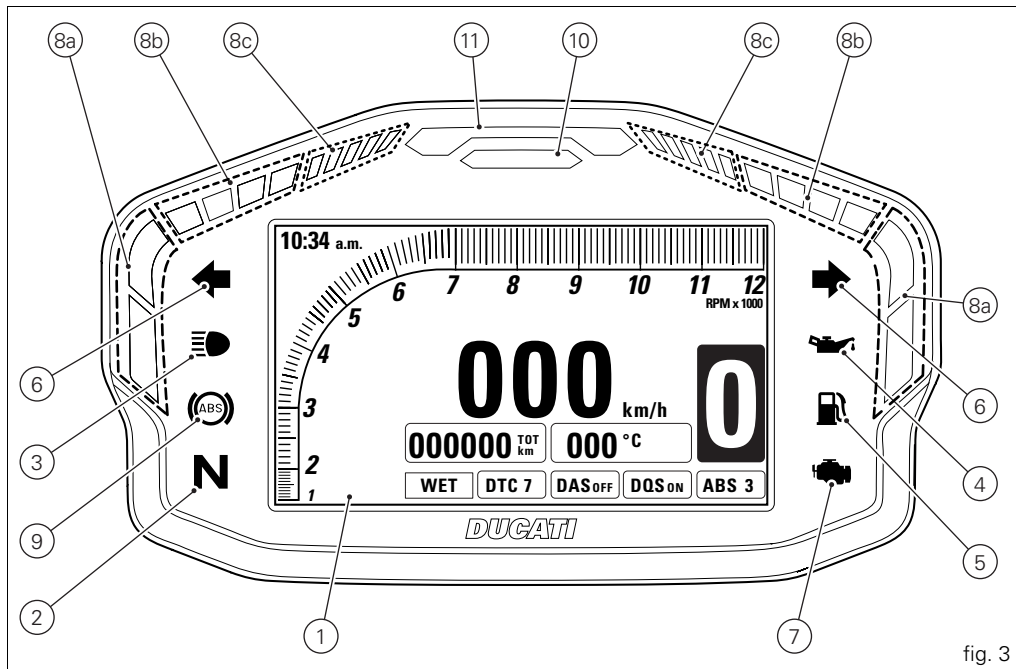

fig. 3
8) GENERAL WARNING LIGHTS (RED) (fig. 3):
9) ABS LIGHTS  (AMBER YELLOW) FOR ABS VERSION (fig. 3).
10) DTC INTERVENTION (AMBER YELLOW) (fig. 3):
11) OVER REV / IMMOBILIZER / ANTI-THEFT SYSTEM (RED) (fig. 3):